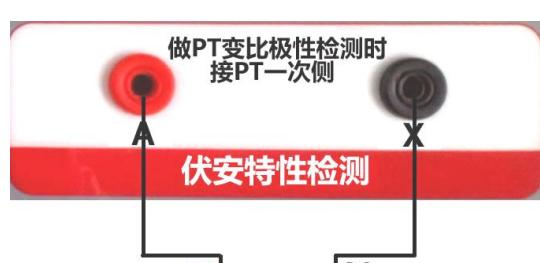

图 5
进行电流互感器伏安特性测试及变比、极性测试时，请移动光标至 **CT 测试**，选择进入 CT 测试，界面见图 5。
- **返回**: 光标移动至此选项，按下即退回上一界面（图 5）。
试验过程中光标在“**停止**”选项上不停闪烁，直至试验完毕退出自动测试界面，或按下旋转鼠标人为中止试验，实验结束后可以选择“**返回**”或“**打印**”。以图 5 所示为例，一次侧所设测试电流为 500.0A，二次侧额定电流 1A。实际测得一次侧电流 503.2A，二次侧电流为 0.502 A，变比比值为 1002.4 : 1，极性为减极性。